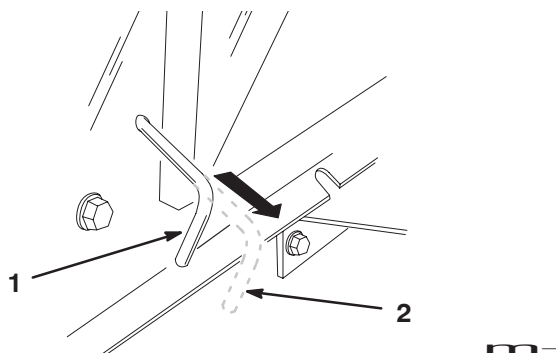

Figure 14
Remarque : Cela a pour effet de débrayer la transmission et de permettre aux roues de tourner librement (Fig. 14).
2. Poussiez la commande de transmission en position de fonctionnement (Fig. 14) pour embrayer la transmission.